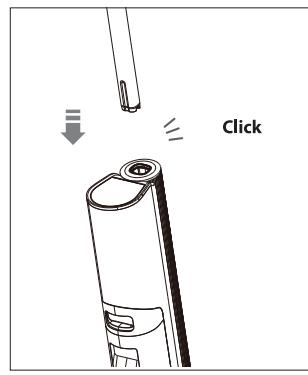

Fig. 4 – Montaje del asa
- Introduzca el asa en el cuerpo del aparato hasta que encaje de forma audible. El asa debe estar bien fijada en el aparato (**véase Fig. 4**).